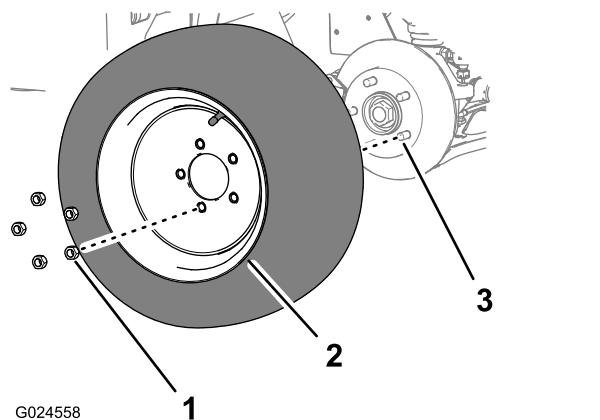

Figura 16
2. Retire la rueda del cubo de la rueda (Figura 16).